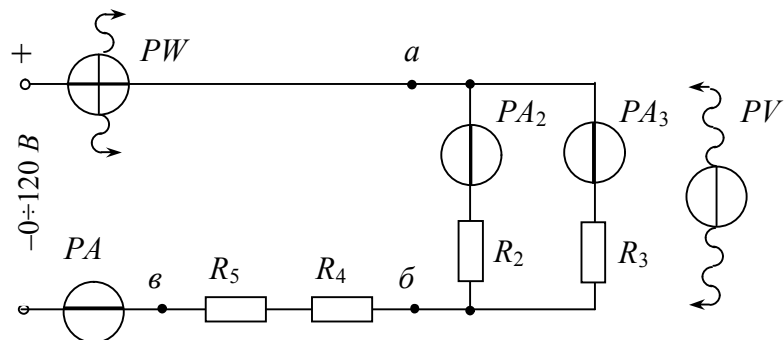

Рис. 12.15
1. Скласти електричне коло (рис. 12.15) і під'єднати його до клем штатива  $\langle - \rangle \langle 0 \div 120 В \rangle$ . Перемикач ЛАТР встановити в  $\langle - \rangle, \langle 0 \div 120 В \rangle$ .
2. Дослідити коло зі змішаним з'єднанням резисторів (рис. 12.15). Встановити задану викладачем напругу на вході кола ( $80 \leq U \leq 100 В$ ). Результати вимірювань записати в табл. 12.2, п.вим.
3. Для дослідження кола з паралельним з'єднанням резисторів  $R_2, R_3$  закоротити ділянку кола «б–в» (рис. 12.15). Встановити напругу кола, задану викладачем ( $14 \leq U \leq 18 \text{ В}$ ). Результати вимірювань записати в табл. 12.3. Перевірити отриманий результат за першим законом Кірхгофа  $I_2 + I_3 = I$ .
4. Для дослідження кола з послідовним з'єднанням  $R_4, R_5$  закоротити ділянку кола «а–б» (рис. 12.15). Встановити струм у колі, заданий викладачем ( $170 \leq I \leq 200 \text{ мА}$ ). Результати вимірювань записати в табл. 12.4. Перевірити отриманий результат за другим законом Кірхгофа  $U_4 + U_5 = U_{45}$ .